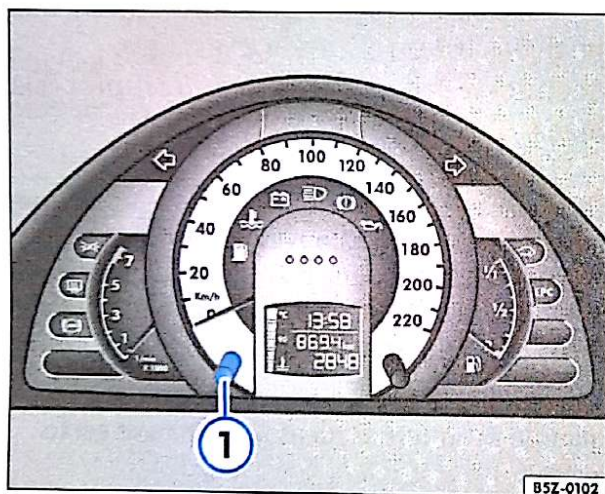

Fig. 58 Detalhe no painel de instrumentos: botão para regulação da iluminação no painel de instrumentos
Ao pressionar o botão do painel ⇒ fig. 58 ①, com as luzes acesas e ignição ligada, é possível regular, em três diferentes níveis, a intensidade da iluminação do painel de instrumentos e dos comandos do console central.